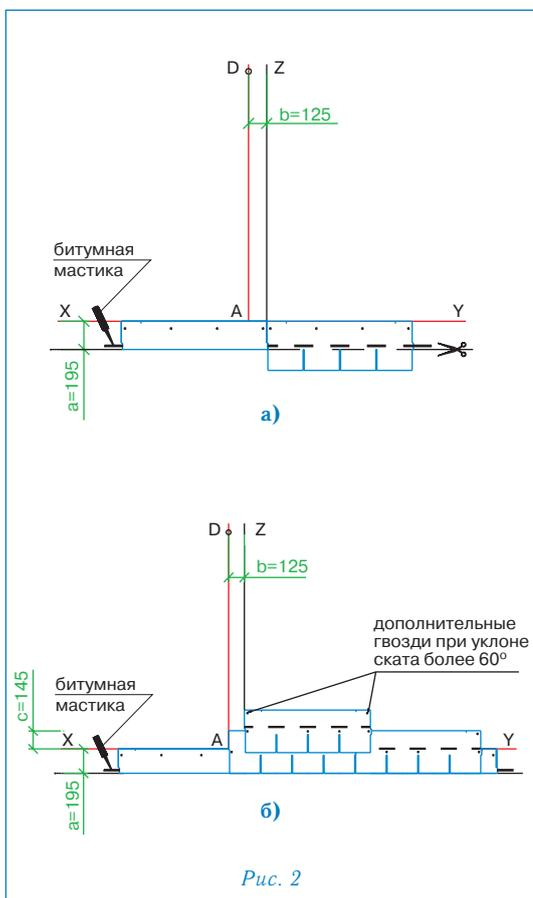

Рис. 2
### Укладка материала (рис. 2)
Начальный ряд формируется из листов черепицы СТАНДАРТ обрезанных по линии образованной конечными точками вырезов. Полученные таким образом полосы шириной 19,5 см укладываются по линии карниза в обе стороны от линии Z (рис. 2а) и фиксируются по нижнему краю битумной мастикой, а по верхней кромке 4 гвоздями (ось гвоздей на 5 см ниже верхнего края полосы);
- далее первый ряд черепицы укладывается от линии AD (рис. 2б);
- второй ряд укладывается от линии Z (со смещением 12,5 см от AD) (рис. 2б);
Каждый лист черепицы СТАНДАРТ крепится 4 гвоздями (ось гвоздей на линии битумных клеевых полос) таким образом, чтобы гвоздь прошивал и верхний край нижележащего листа черепицы (рис. 2б).